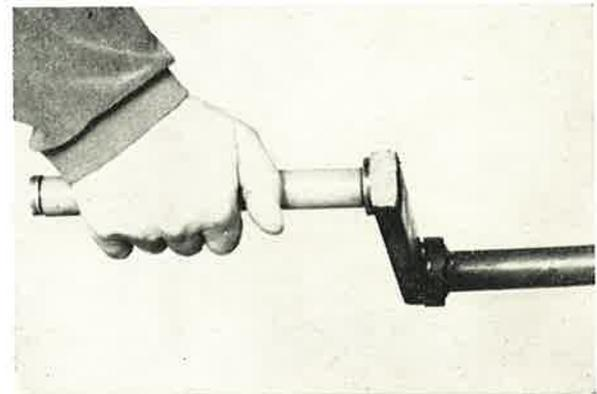

Abb. 54
- c) Die Andrehkurbel in die Riemenscheibe einschieben, so dass die hervorragenden Zapfen in die Zähne der Anwerfklaue auf der Kurbelwellenmutter eingreifen. Den Handgriff so anfassen, dass der Daumen längs der anderen Finger liegt (Abb. 54). Der Daumen darf nicht den übrigen Fingern gegenüber liegen, weil dies zu einem Unfall führen könnte.